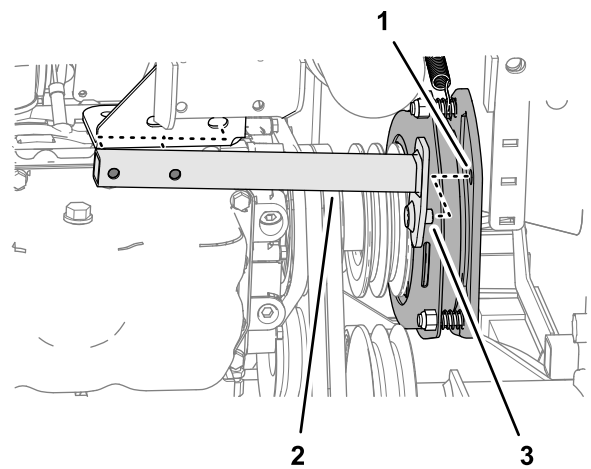

Figura 92
7. Spostate il tubo antirotazione indietro e rimuovetelo dalla macchina (Figura 92).
2. Allineate il perno del tubo antirotazione con il foro nella piastra della frizione della PDF; fate riferimento alla Figura 92 in Rimozione delle cinghie della PDF (pagina 68).